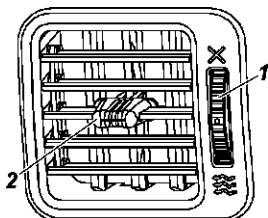

Рис. 3.8. Сопло обдува:
-обдув ветрового стекла, передних боковых стекол и салона через сопла обдува, если открыты заслонки (см. рис. 3.8);
Направление потоков воздуха можно изменять с помощью рычажков 2 (см. рис. 3.8) на соплах обдува.